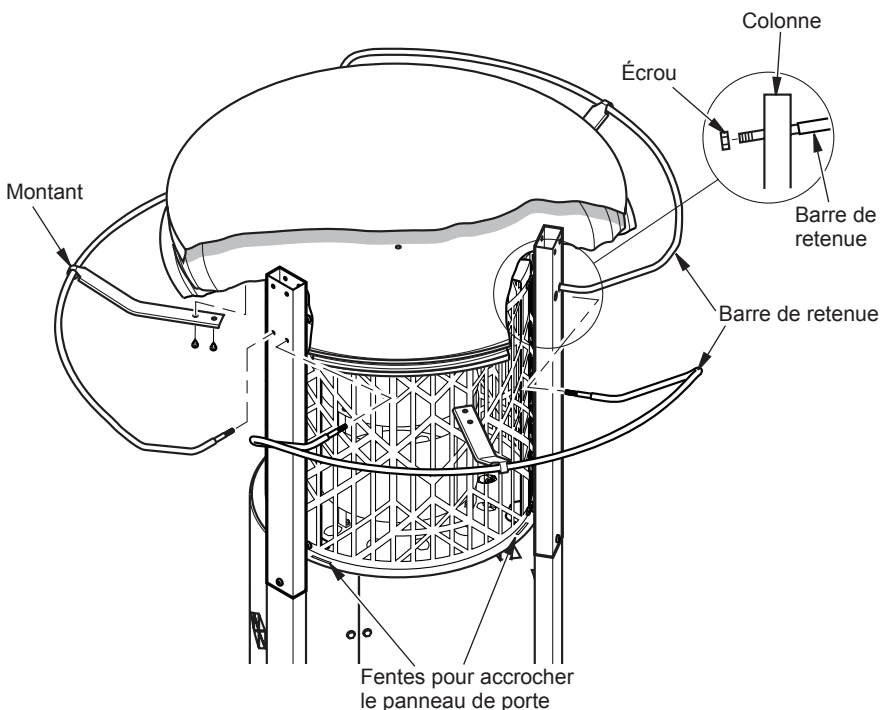

**Figure 10 - Installation du dessus de la table**
17. Remettez à l'endroit l'assemblage des supports de la table. Faites glisser les colonnes dans les ouvertures de l'assemblage du déflecteur (voir figure 10). Placez les colonnes du haut sur les connecteurs des colonnes. Fixez chaque ensemble avec une vis (C) chacun (voir figure 10).